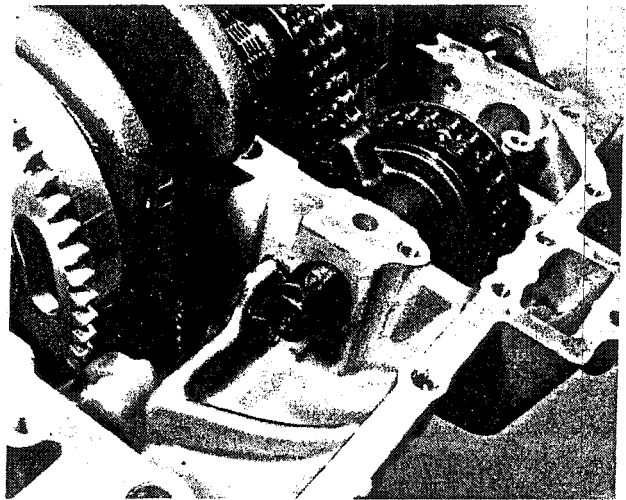
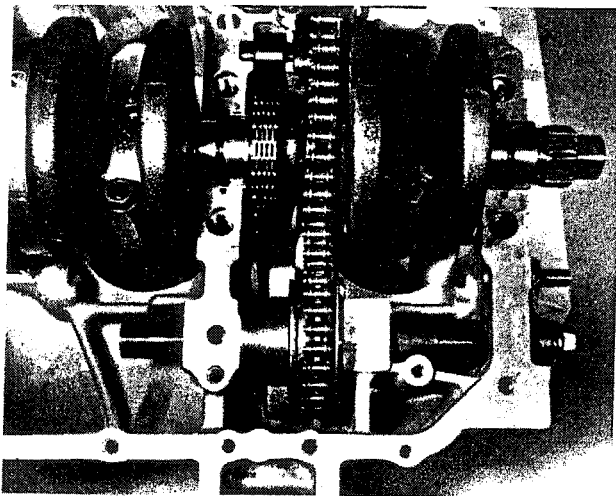

Bild 90
Bild 89
- Die Antriebskette am Zahnrad des vorderen Ausgleichsgewichtes einhängen und das Ausgleichsgewicht mit dem Zahnrad auf der Primäransichtsseite in das Kurbelgehäuse einsetzen (Bild 89). Die Achse des Ausgleichsgewichtes schmieren und in das Kurbelgehäuse einsetzen, so dass das Langloch im Einstellsegment über die Stiftschraube zu liegen kommt. Die Spannfeder mit dem umgebogenen Ende nach innen auf die Achse schieben und das umgebogene Ende in den Gehäuseansatz einhängen. Die Feder im Gegenurzeigersinn spannen, bis das andere Federende in den Schlitz der Achse eingeführt werden kann. Die Feder muss um etwa $\frac{3}{4}$ Umdrehungen gespannt und dann mit dem Klemmbügel gesichert werden (Bild 90). Falls das Einstellsegment aus irgendeinem Grunde abgenommen wurde, muss die Achse wie folgt gespannt werden: Die Achse so in das Kurbelgehäuse einsetzen, dass sich die Körnermarkierung auf der Gewindeseite in Stellung 10 Uhr befindet. Die Feder einsetzen und die Achse im Uhrzeigersinn – auf das Gewindeende gesehen – drehen, bis sich die Körnermarkierung in der Stellung 6 Uhr befindet. Die Achse in dieser Stellung gegen die Federkraft festhalten und das Einstellsegment so auf das keilverzahnte Wellenende aufstecken, dass die Stiftschraube etwa durch die Mitte des Langloches geht. Die Befestigungsmutter aufschrauben und